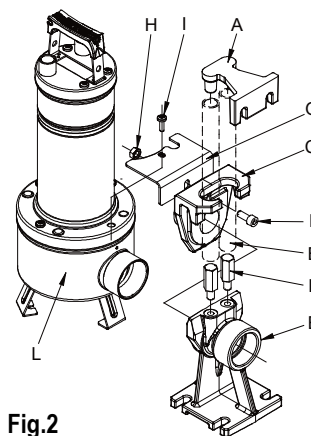

Fig.2
Vid fast installation rekommenderas användning av lyftanordningen DSD2 (tillval - **Fig. 2**) för att underlätta underhållsarbetet på elpumpen. Genom att placera lyftanordningen mellan elpumpens utloppsmunstycke och röret behöver utloppsröret inte demonteras vid underhållsarbetet. DSD2-anordningen består av fem delar samt ytterligare en som inte medföljer (3/4" rör):
Ta bort den övre skruven från flänsen på trycksidan (I). Montera rotationsspärbygeln (G). Sätt tillbaka skruven (I). Dra ut sliden från anslutningsfoten och anslut sliden till pumpens utloppsmunstycke. Fäst sliden vid pumpen med skruven F och muttern H enligt figuren. Sätt tillbaka sliden och pumpen på foten (Fig.2)